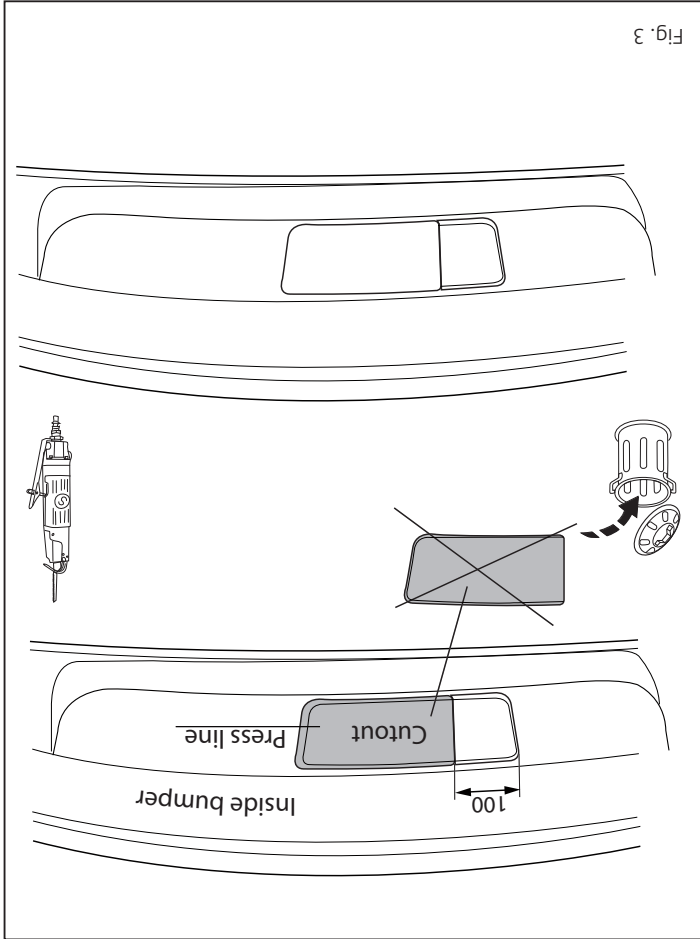

Fig. 3
3. **Please note, if necessary:** Saw out the portion as indicated in fig. 3.
3. **Hinweis (soweit erforderlich):** Gemäß Abb. 3 die angegebenen Teil heraus sägen.
3. **Attention, si nécessaire :** Cier les parties indiquées conformément à la figure 3.